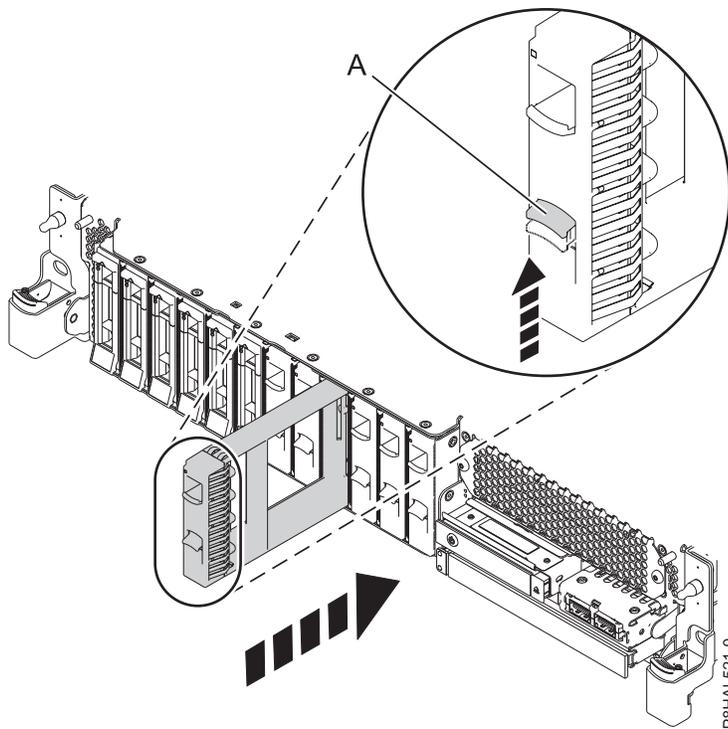
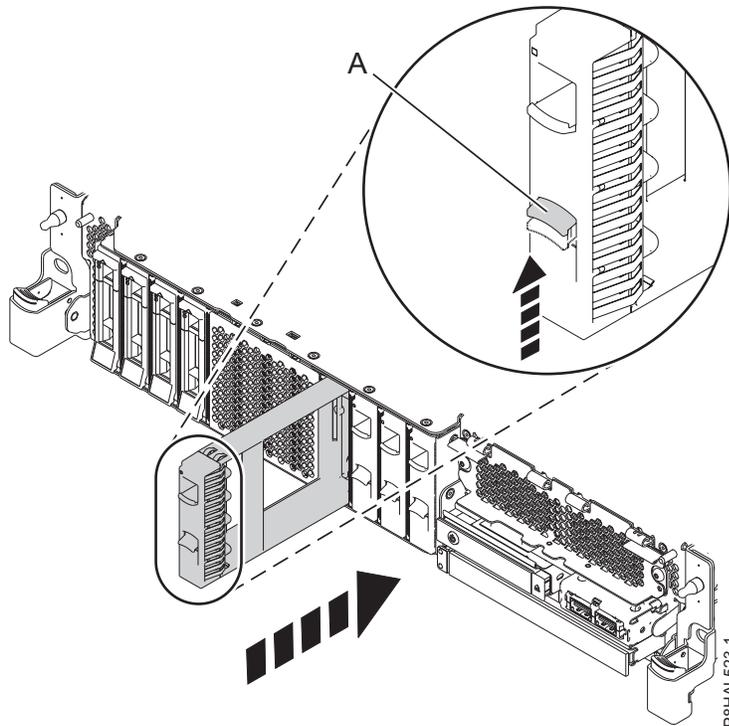

Figure 102. Installation d'un obturateur d'unité de disque dans un système
Figure 103. Installation d'un obturateur d'unité de disque dans un système à fonction étendue
2. Alignez l'obturateur d'unité de disque sur l'emplacement d'unité et poussez-le complètement dans le système **(A)** jusqu'à ce qu'il se verrouille, comme illustré dans la figure 102 et figure 103, à la page 103.